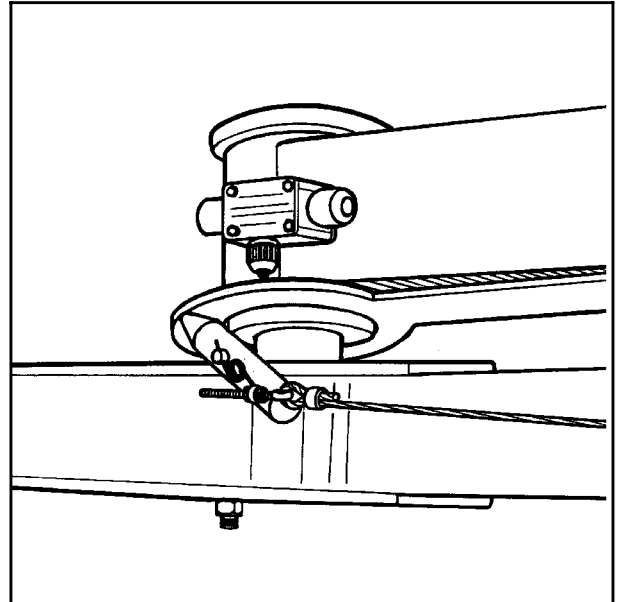

Fig. 5-2
- 5.4 Den består av en utløserbøyle som via en wire er forbundet med en fjærbelastet vippearmer, og som igjennom en glideplate aktiverer en liten elektrisk bryter. (Se fig. 5-2). Straks strømkretsen brytes, stenges oljestrømmen, og alle funksjoner stopper. Dette indikeres i styreboksens display ved at tre punkter tennes. (Se kapittel 7.1).